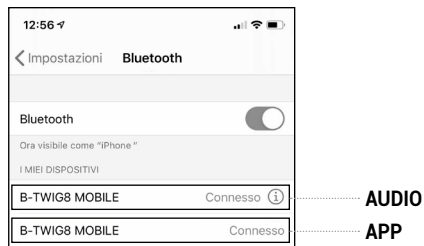

Abb.4F
**Hinweis:** Bei bestehender Datenverbindung via APP erscheint im Bluetooth®-Menü Ihres Mobilgeräts eine zweite, nicht wählbare Identifizierung „B-TWIG 8 MOBILE“. Dies ist völlig normal und ermöglicht dem Benutzer die Überprüfung der Datenverbindung zwischen der APP und dem System (Abb.4F)